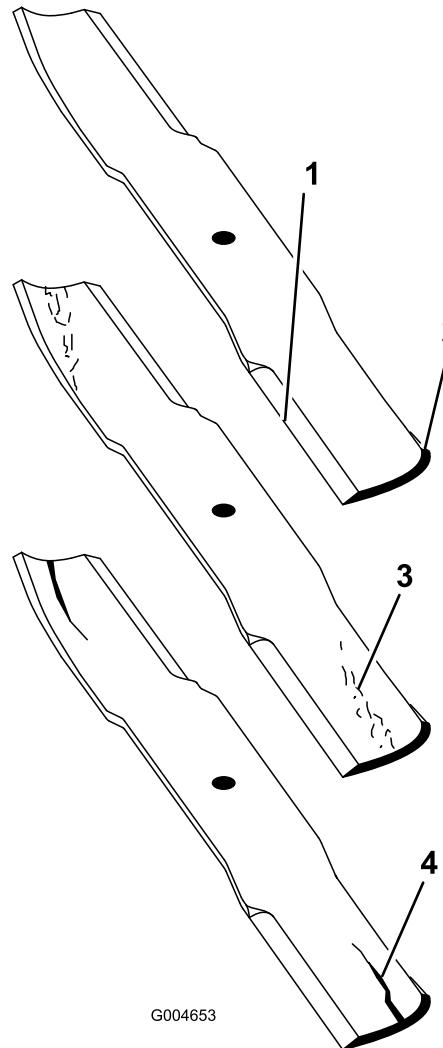

図 19
1. 刃先の部分を点検する（図 19）。刃先部分が鋭利でなかったり、打ち傷がある場合には、ブレードを外して研磨する。「ブレードの研磨」を参照。
2. ブレードを点検し、特にセール部をよく観察する（図 19）。破損、磨耗、割れの発生などがあれば（図 19）、直ちに新しいブレードに交換する。